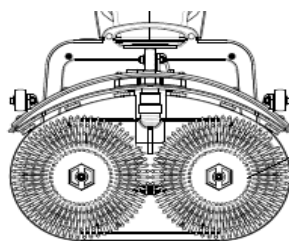

Рис.5. Магнитная щетка
4. Установите щетку. Щетка имеет магнитное крепление: достаточно совместить ее с посадочным местом, и она автоматически притянется. (Рис.5)